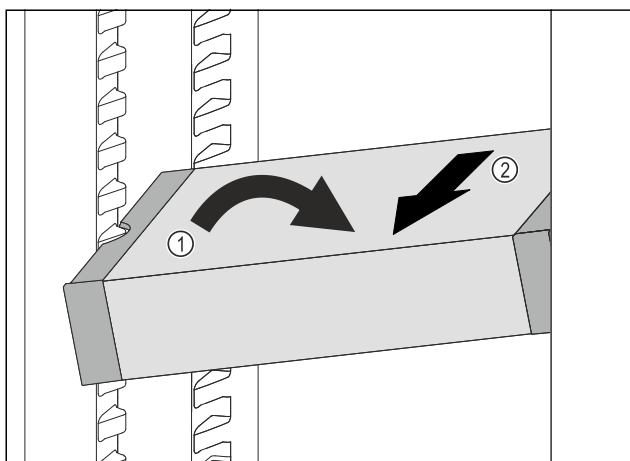

Fig. 249
- Ställ VarioSafe snett i kyldelen. Fig. 249 (1)
- Dra VarioSafe framåt för att ta ut den. Fig. 249 (2)